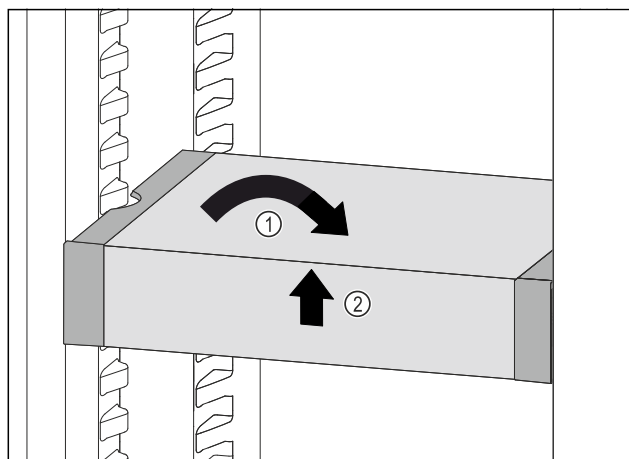

Fig. 103
- Изправете VarioSafe. Fig. 103 (1)
- Повдигнете VarioSafe отпред. Fig. 103 (2)